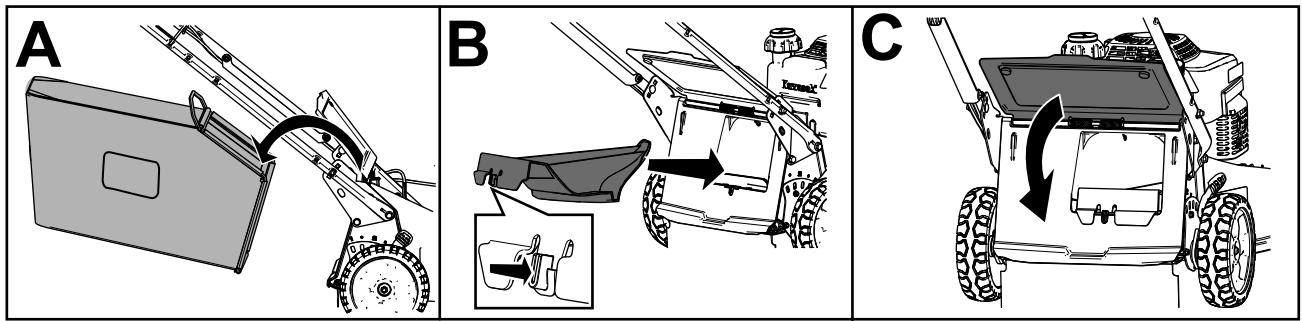

Figura 19
- Se il cesto di raccolta è montato sulla macchina, rimuovetelo (A di Figura 19).
- Se il coperchio dello scarico posteriore non è installato, afferratelo dalla maniglia, sollevate il deflettore posteriore e inseritelo nel cammino di scarico posteriore fino a bloccare il fermo in posizione (B di Figura 19).
- Rimuovete l'asta sul cesto di raccolta dalle tacche alla base della stegola (A di Figura 19).
- Installate il coperchio di scarico (B di Figura 19).
- Abbassate il deflettore posteriore (C di Figura 19).